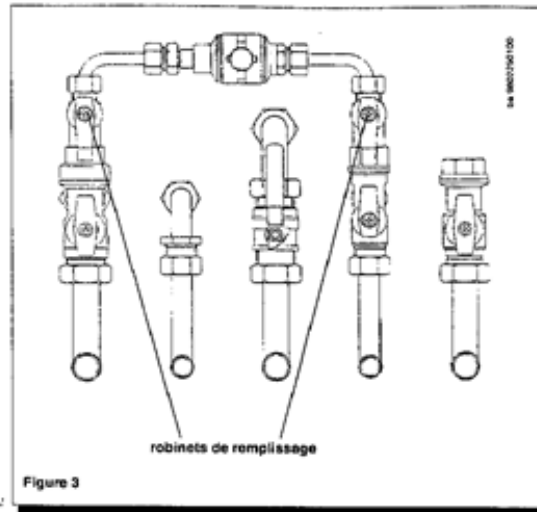

Figure 3
Important: Vérifiez périodiquement que la pression lue sur le manomètre (11) lorsque l'installation est froide soit de 0,5 - 1 bar. En cas de surpression, manœuvrez le robinet de vidange de la chaudière (photo 1). Si la pression est inférieure, manœuvrez simultanément les robinets de remplissage de la chaudière (figure 3).